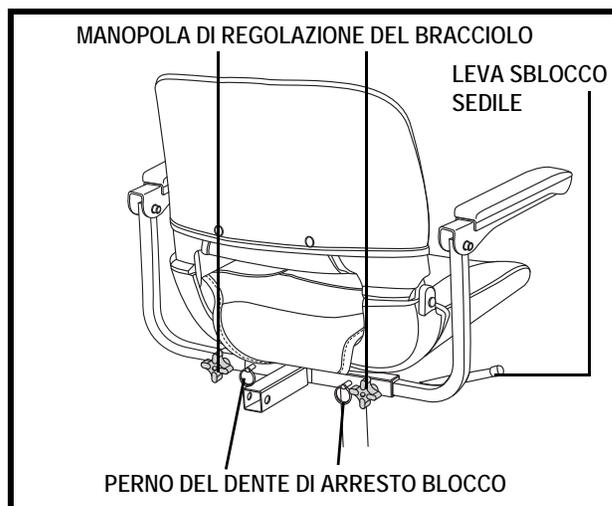

Figura 16. Regolazioni del sedile
1. Allentare le manopole di regolazione del bracciolo. **Vedere figura 16.**
La leva di rotazione del sedile, ubicato sulla destra della base del sedile, può essere usato per bloccare il sedile in diverse posizioni. **Vedere figura 16.**